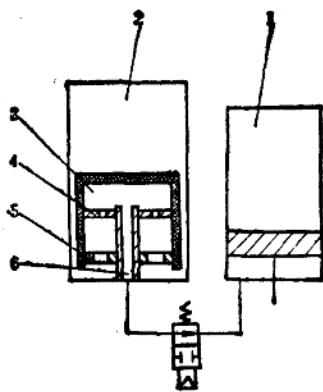

图3-1-10 带缓冲器升降装置示意图
② 去掉浮动活塞，采用气液直接接触式气压油传动，如图3-1-10所示。为了使提升缸里的油进入贮油缸时平稳，液面不翻腾，减少泡沫，在提升缸的贮油罐里增加缓冲器3。缓冲器3里装有隔离板4和5。板5的通道面积是板4通道面积的2~3倍。板4的通道面积又是管道6通道面积的2~3倍。因此，油进入贮油罐时是一级一级减速，液面平稳，油就不起泡。也不会随气体排走。